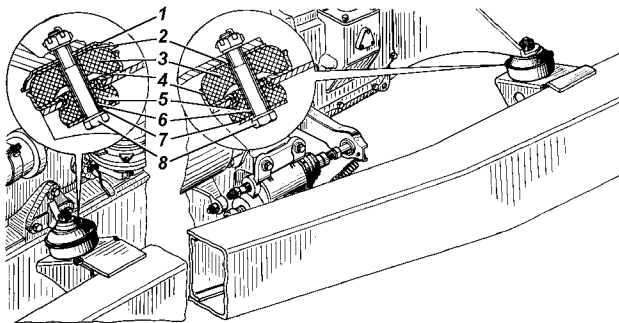

Рис. 4.5. Подвеска двигателя:
**Подвеска двигателя** осуществляется в четырех точках на резиновых подушках (рис. 4.5). Передней опорой двигателя являются два кронштейна, установленные на блоке цилиндров; задней опорой служит пластина раздаточной коробки.